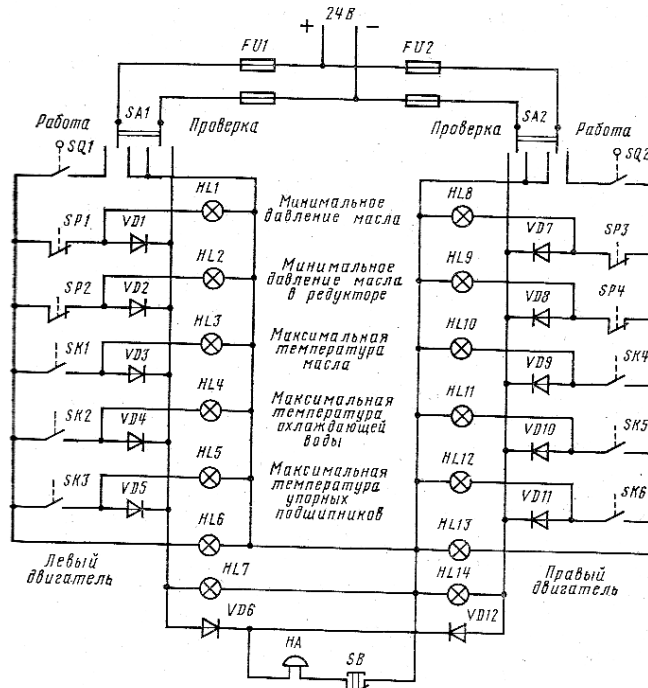

Рис. 2
2. Назвать элементы и назначение в схеме СПАС-5, принцип работы схемы в аварийных ситуациях с главным двигателем (рис.2)